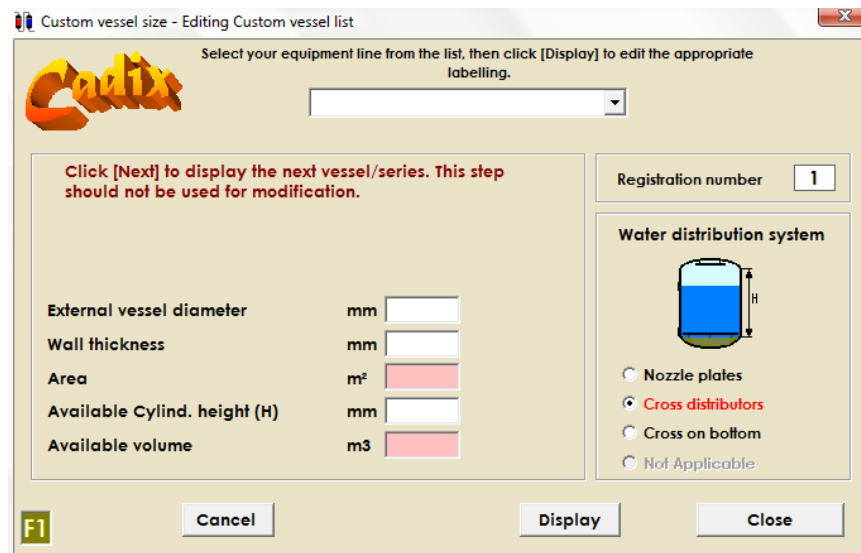

Figura 5.41: Ventana para editar las medidas del recipiente
▪ “Edit vessel dimensions”: Esta es la segunda opción de la herramienta “Custom vessel list” y sirve para editar las dimensiones del recipiente. Funciona exactamente igual que la opción anterior pero para un único recipiente y sin marcar la opción de cambiar el volumen de la resina (figura 5.41). La diferencia con la opción anterior es que para acceder a la información de los cuadros a rellenar en vez de clicar “Start” hay que darle a “Display”, el resto funciona igual.
- **“Modify vessel dimensions”**: La tercera opción es modificar las dimensiones del recipiente. Al igual que el apartado anterior (figura 5.41), aunque se debe seleccionar en el cuadro de arriba una lista de recipientes ya creada y modificar los valores que se desee que estén dentro de los cuadros blancos.